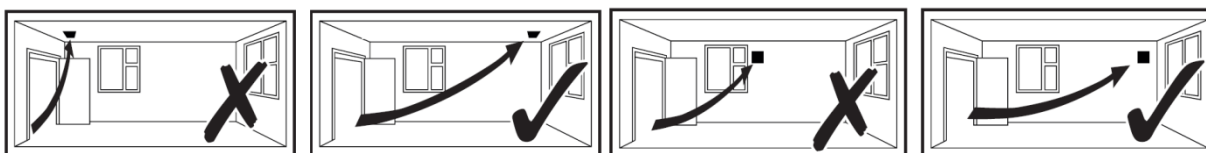

Fig.1 :
1. Sélectionnez et suivez le schéma de câblage qui convient. (Fig. 1 ou 2)
Gamme à vitesses fixes – Fig 1, 2, 3, 4 et 5